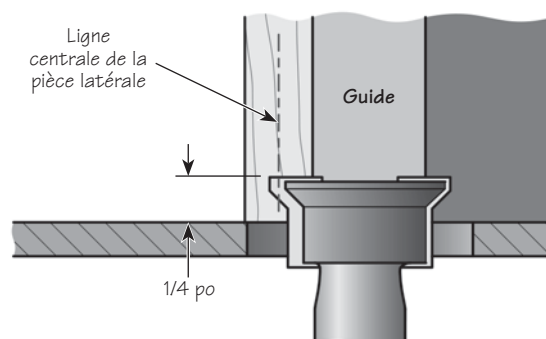

Figure 2 : Régler la mèche et le guide
2. Réglez la hauteur de la mèche à 1/4 po. Réglez le guide de façon à aligner le centre de la portion en angle du couteau sur le centre de la pièce latérale. Voir la **figure 2**. Il est possible de régler le tout au jugé ou en faisant dépasser la mèche de la moitié de l'épaisseur de la pièce, plus 0,05 po (environ 3/64 po). Dans tous les cas, les pièces d'essai permettront de vérifier le réglage.